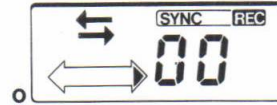

Fig. 1-3n
2. Kies door drukken op toets (31) "REC MODE" voor synchroon opnemen (Fig. 1-3n).
4. Druk nu op toets (35) "PLAY" van de Compact Disc-speler. De speler begint de weergave en gelijktijdig start de recorder de opname.
5. Door drukken op toets (39) "STOP" van de Compact Disc-speler wordt niet alleen de Compact Disc-speler gestopt maar ook de recorder. De laatste komt in de pauze stand (het woord "PLAY" knippert!). Dit gebeurt ook aan het eind van de Compact Disc-plaat als de Compact Disc-speler automatisch stopt. In beide gevallen blijft de recorder bedrijfsklaar voor een volgende opname. U kunt desgewenst, wisselen van Compact Disc-plaat.
6. Gebruik van toets (36) "PAUSE" van de Compact Disc-speler doet ook de recorder pauzeren.
7. Stopt u het opnemen, dan moet u de recorder stoppen met zijn eigen stoptoets (23).